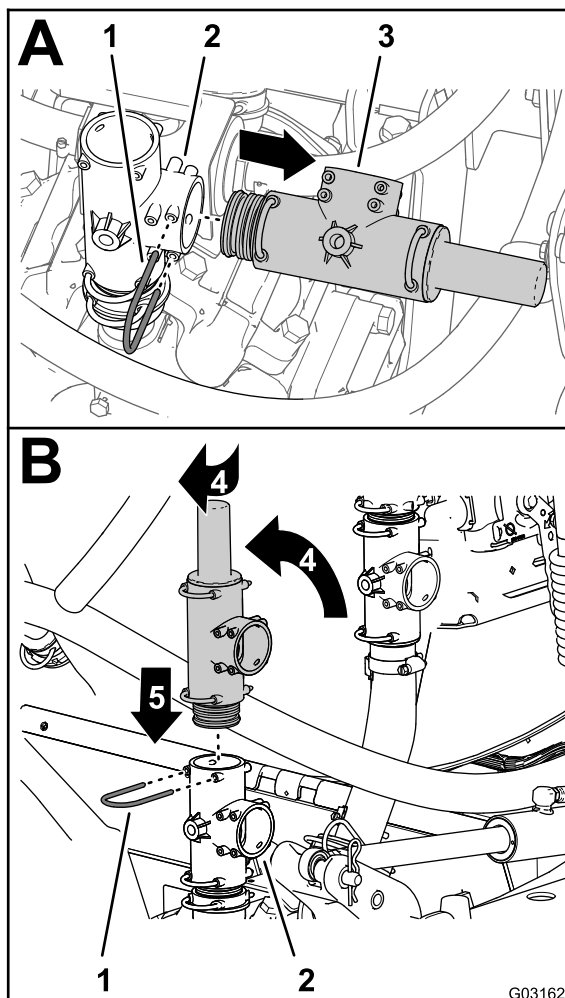

Рисунок 4
1. Снимите фиксатор, который крепит клапан сброса давления к тройнику на насосе опрыскивателя, и снимите клапан сброса давления (Рисунок 4).
4. Поверните клапан сброса давления вверх, как показано на Рисунок 4.
3. Вставьте клапан сброса давления в верхнюю часть тройника до полной посадки клапана (Рисунок 4).